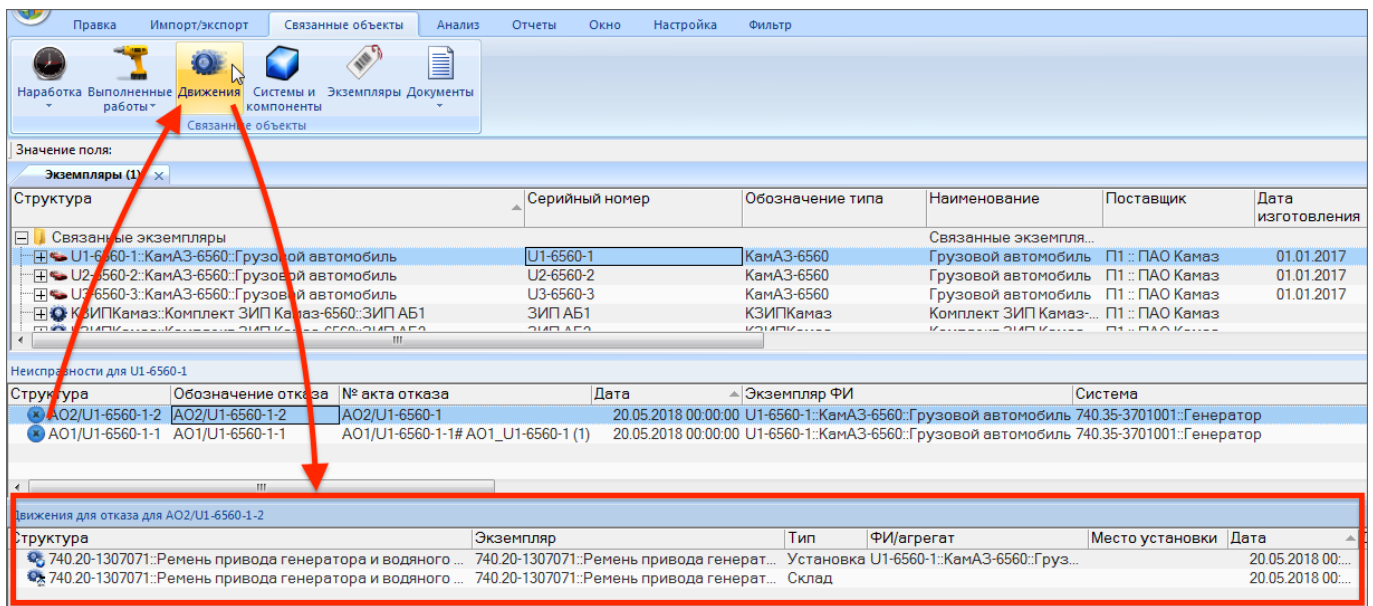

Рис. 9-36 – Движения ПКИ, связанные с отказом
5) Для просмотра движений, связанных с отказом, нужно выделить неисправность в связанном окне «Неисправности» и открыть для нее связанное окно «Движения» (рис. 9-36). Открывшееся окно содержит два движения: движение по отправке отказавшего ПКИ на склад неисправных деталей и движение нового ПКИ по установке на машину.